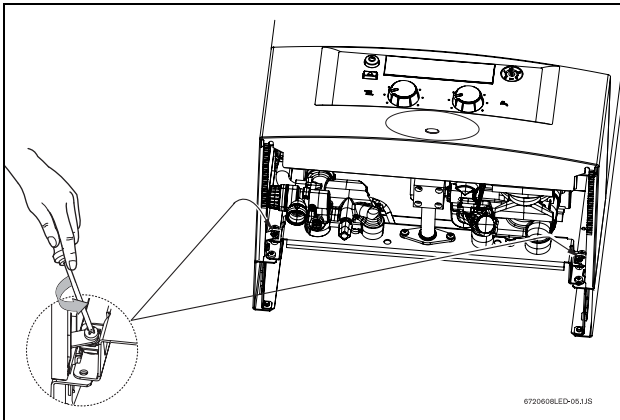

Fig. 7 Viti di fissaggio quadro comandi
- ▶ Rimuovere le viti di fissaggio a destra ed a sinistra, nella zona inferiore del quadro comandi (vedi Fig. 7).